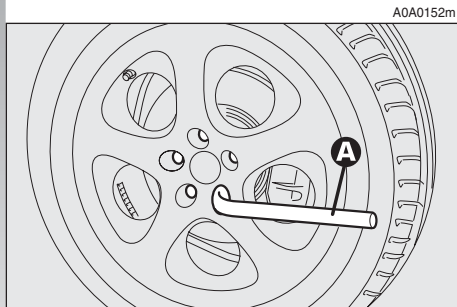

fig. 5
- utilizando la llave en dotación (**A-fig. 5**), afloje una vuelta los tornillos de fijación.